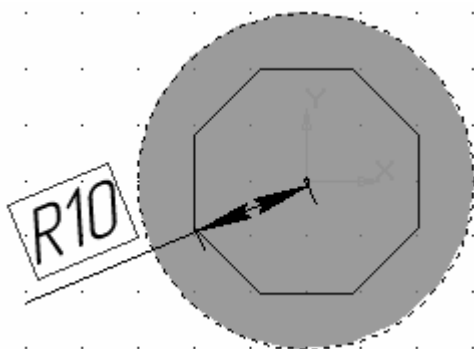

Рис. 1.7. Эскиз модели для операции **Приклеить выдавливанием**
10. Постройте эскиз, изображённый на рис. 1.7: